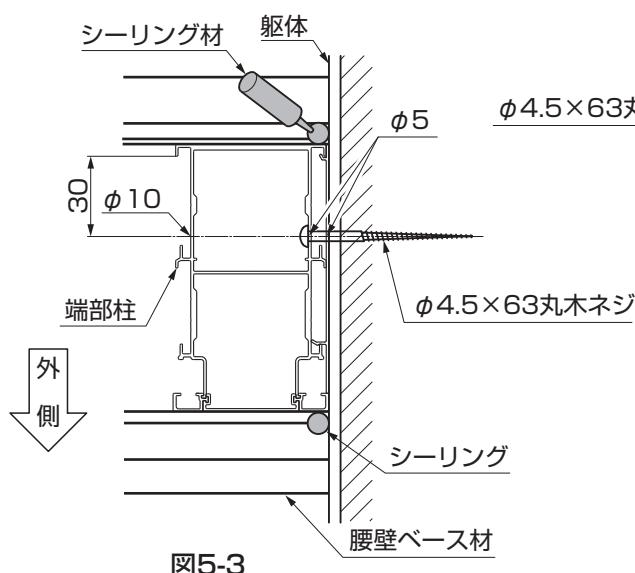
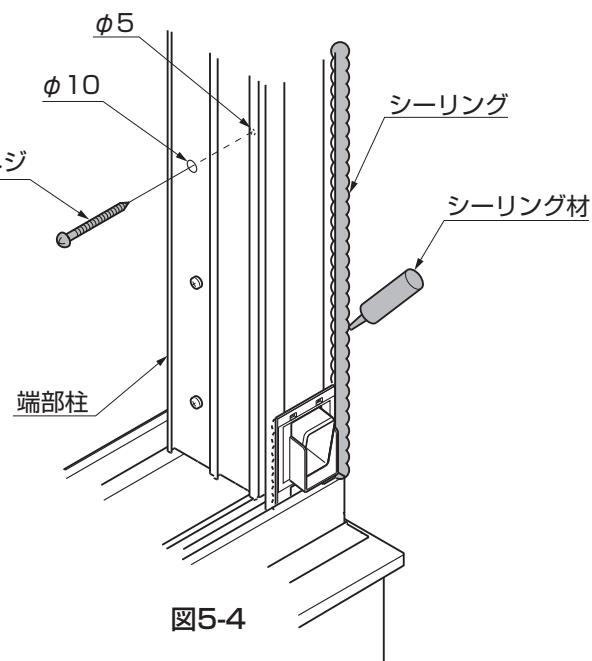

図5-3
図5-4
②端部柱と車体を、「 $\phi 4.5 \times 63$ 丸木ネジ」で取付けてください。(図5-3、図5-4参照)
③端部柱と車体の取合せ部にシーリングをしてください。(図5-3参照)